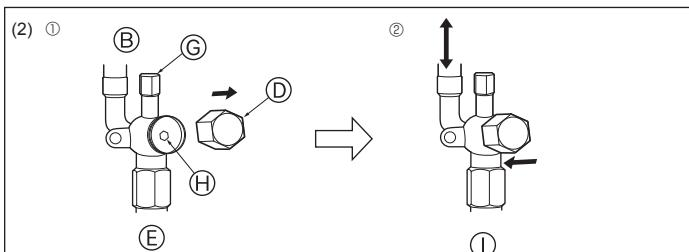

Fig. 4-13
(2) Flüssigkeitsseite (Fig. 4-13)